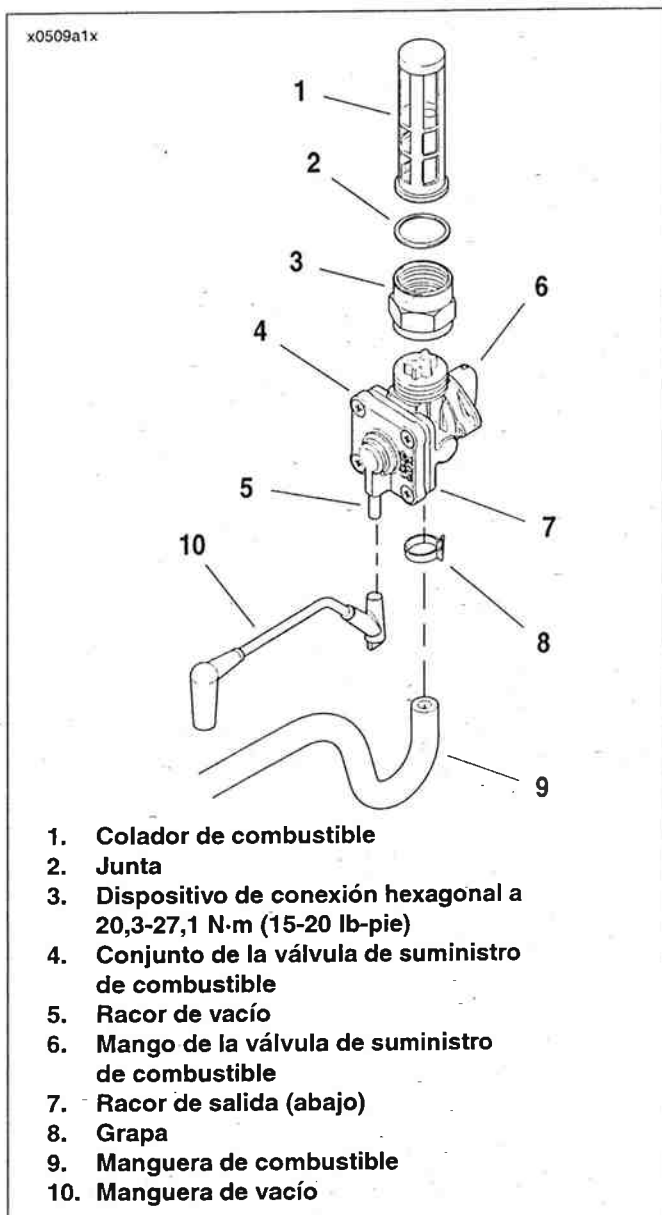

Figura 1-60. Válvula de suministro de combustible
Vea la Figura 1-60. Inspeccione el colador del filtro de la válvula de combustible (1) como sigue:
2. Vea la Figura 1-60. Quite la grapa (8) y manguera de combustible (9) del racor de salida (7). Quite la manguera de vacío (10) del racor de vacío (5).
7. Vea la Figura 1-60. Después de drenar el tanque, gire el dispositivo de conexión hexagonal (3) que sujeta el conjunto de la válvula de combustible (4) al tanque de combustible hacia la izquierda y extraiga el montaje de la válvula, junta (2) y filtro de la válvula de combustible (1). Deseche la junta.
13. Vea la Figura 1-60. Conecte la manguera de vacío (10) al racor de vacío (5) y llene el tanque con gasolina. Compruebe para detectar fugas en el dispositivo de conexión.